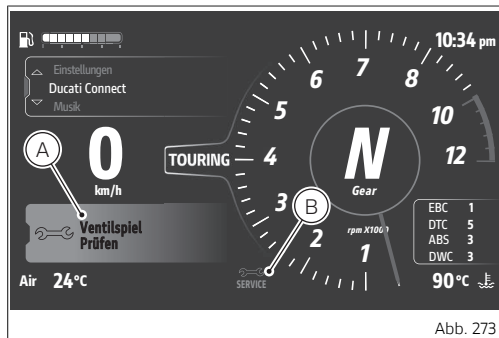

Abb. 273
Die Hinweise auf die Fälligkeit der Inspektion werden in 2 Formaten angezeigt: groß (A) und klein (B). In diesen Abbildungen werden die jeweiligen Positionen auf der Hauptseite (Abb. 273